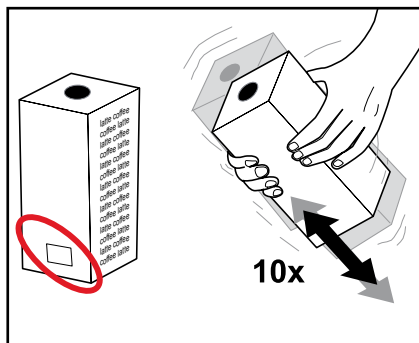

Bild 18
Följ anvisningarna på produktförpackningen. Använd aldrig trasiga produktförpackningar. Använd aldrig produktförpackningar vars bäst-före-datum har gått ut (bild 18).
3. Skaka produktförpackningen minst 10 ggr (bild 18).